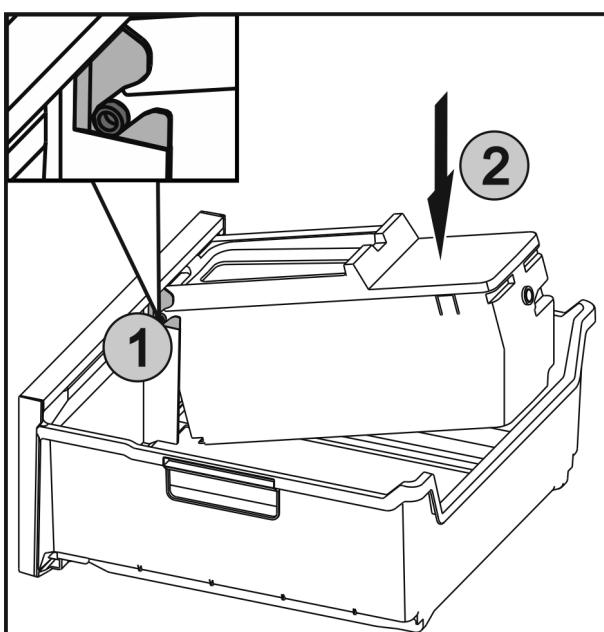

Fig. 40
- ▶ Zasuňte osi Fig. 40 (1) na EasyTwist-Ice do vedenia a tlačte zadnú stranu Fig. 40 (2), kým spona nezapadne.